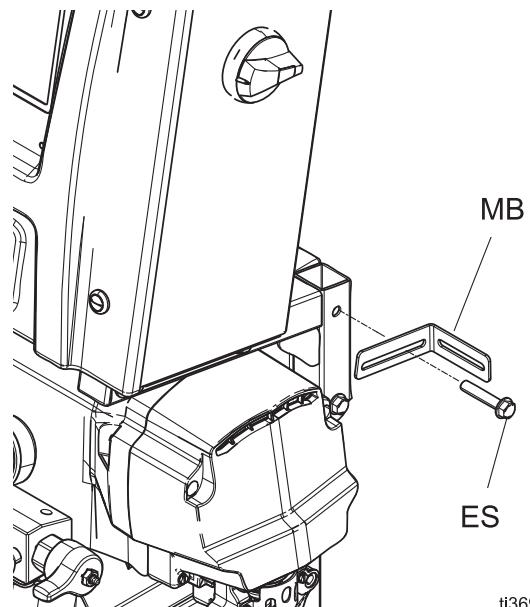

Fig. 4: Installer les supports pour montage mural
1. Retirer les vis du bras pivotant du boîtier (ES).
2. Soulever le coffret électrique (EE).
3. Placer les supports de montage mural gauche et droit (MB) comme illustré à la **Fig 4**. Insérer les vis du bras pivotant du boîtier (ES) dans les supports (MB) et les serrer pour fixer le boîtier.